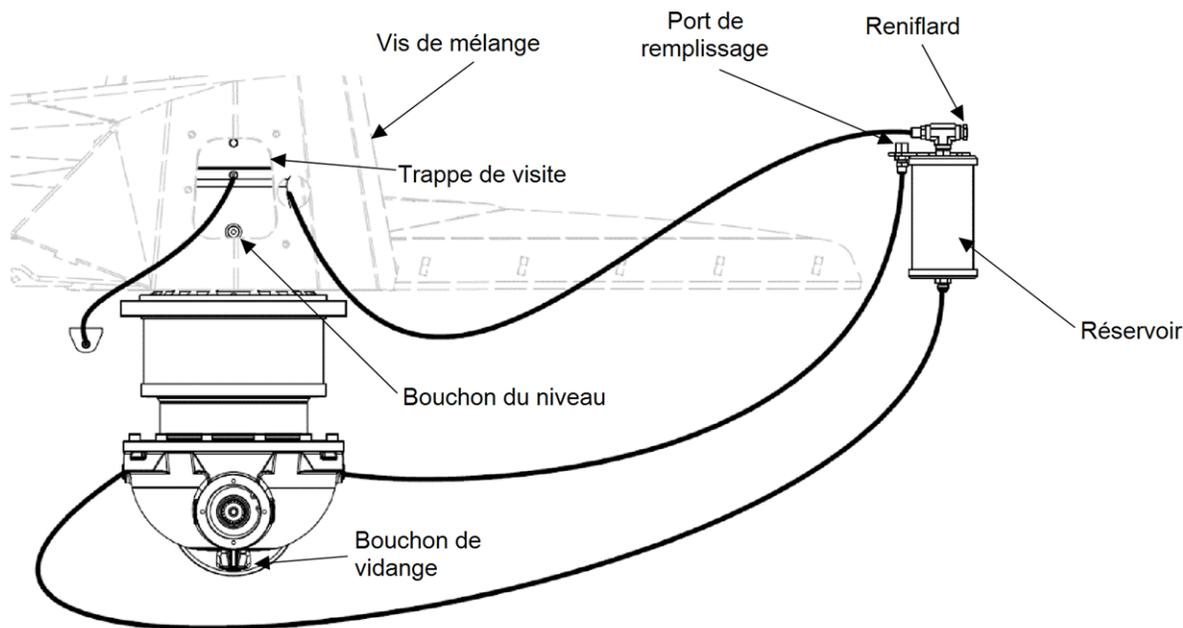

Figure 30 — Réservoir d'huile
1. Dévissez le reniflard pour permettre à l'air de sortir du planétaire (Figure 30). Si le reniflard n'est pas retiré, l'ajout d'huile pourrait provoquer une surpression à l'intérieur du planétaire, ce qui entraînerait des dommages importants aux joints d'étanchéité.
1. Dévissez le reniflard pour permettre à l'air de sortir (Figure 30). Si le reniflard n'est pas retiré, l'ajout d'huile pourrait provoquer une surpression à l'intérieur du planétaire, ce qui entraînerait des dommages importants aux joints d'étanchéité.